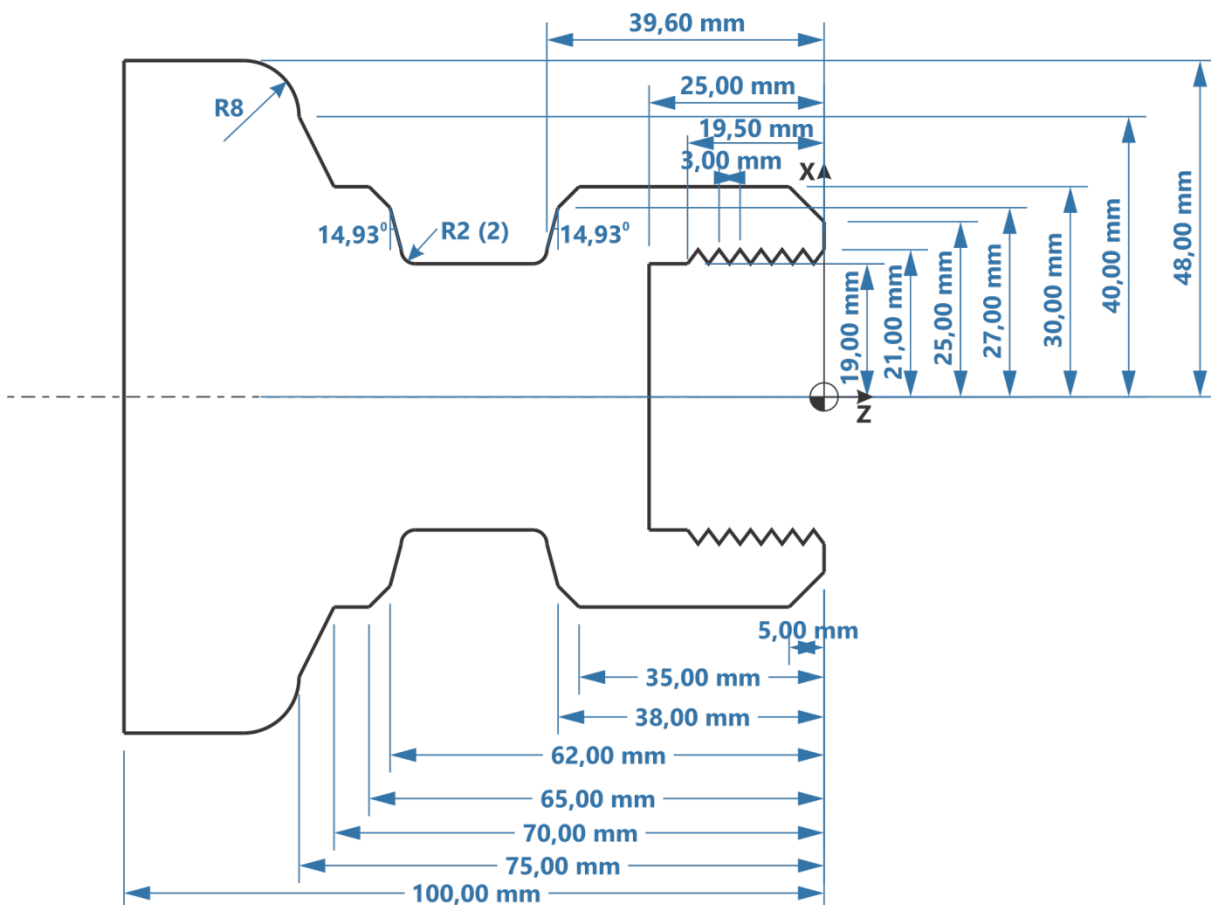

Figura 10.4 Piesa de prelucrat folosind cicluri de strunjire
Se consideră desenul din figura 10.4
- Restul parametrilor se determină de pe desenul din figura 10.4.